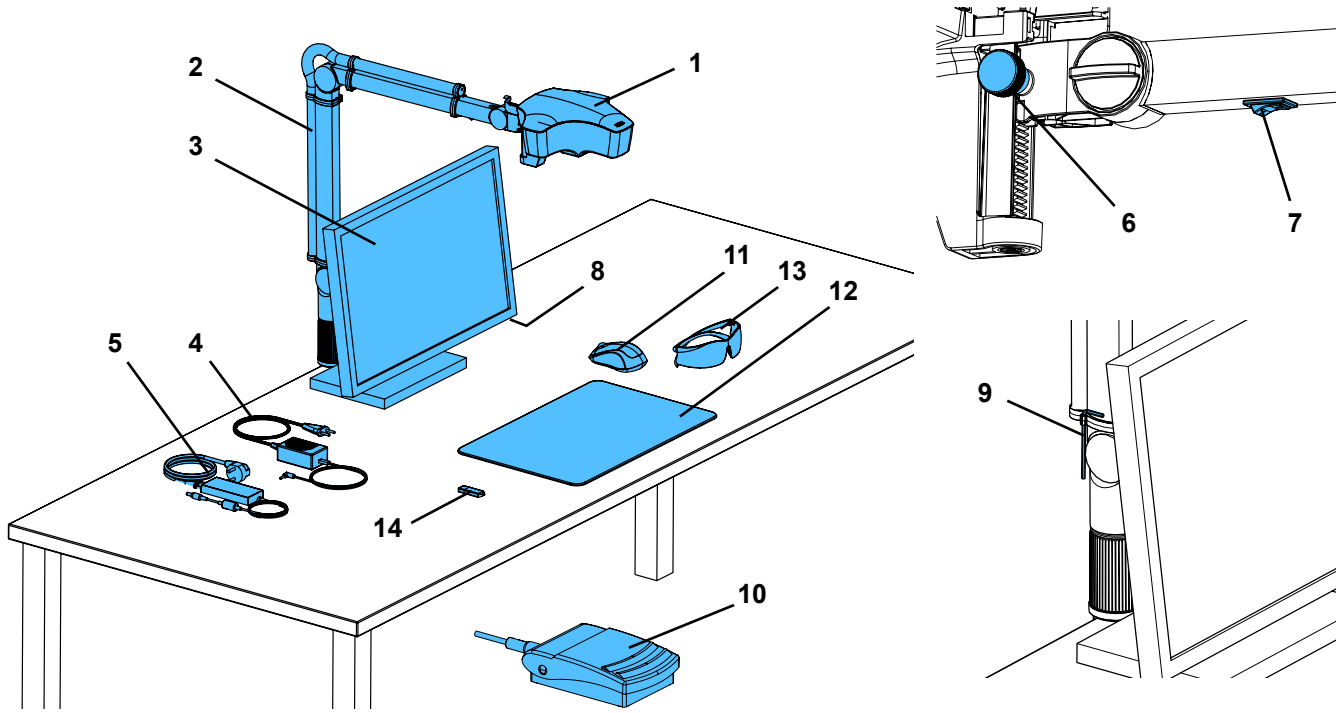

Abb. 1
- ⇒ Tischauflage (12, Abb. 1) auf Arbeitstisch legen.
- ⇒ Maus (11, Abb. 1) neben Tischauflage platzieren.
- ⇒ Fußschalter (10, Abb. 1) unter dem Tisch platzieren und Fußschalterkabel in Fußschalter einstecken.
- Befestigungsschraube am Kopfteil (31).
- mittlere Klemmschraube (32).
- Klemmschraube an Fußteil (33).
- Klemmschraube (34) mit beiliegendem Werkzeug (9, Abb. 1).
- Klemmschraube (35) mit beiliegendem Werkzeug (9, Abb. 1).